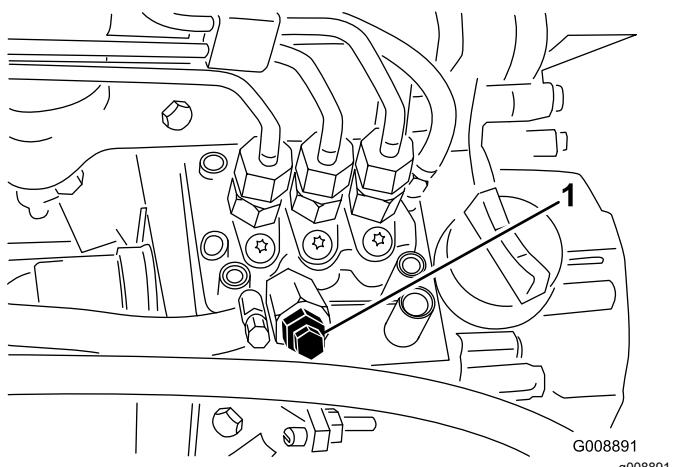

Bild 39
- Öffnen Sie die Entlüftungsschraube an der Kraftstoffeinspritzpumpe (**Bild 39**).